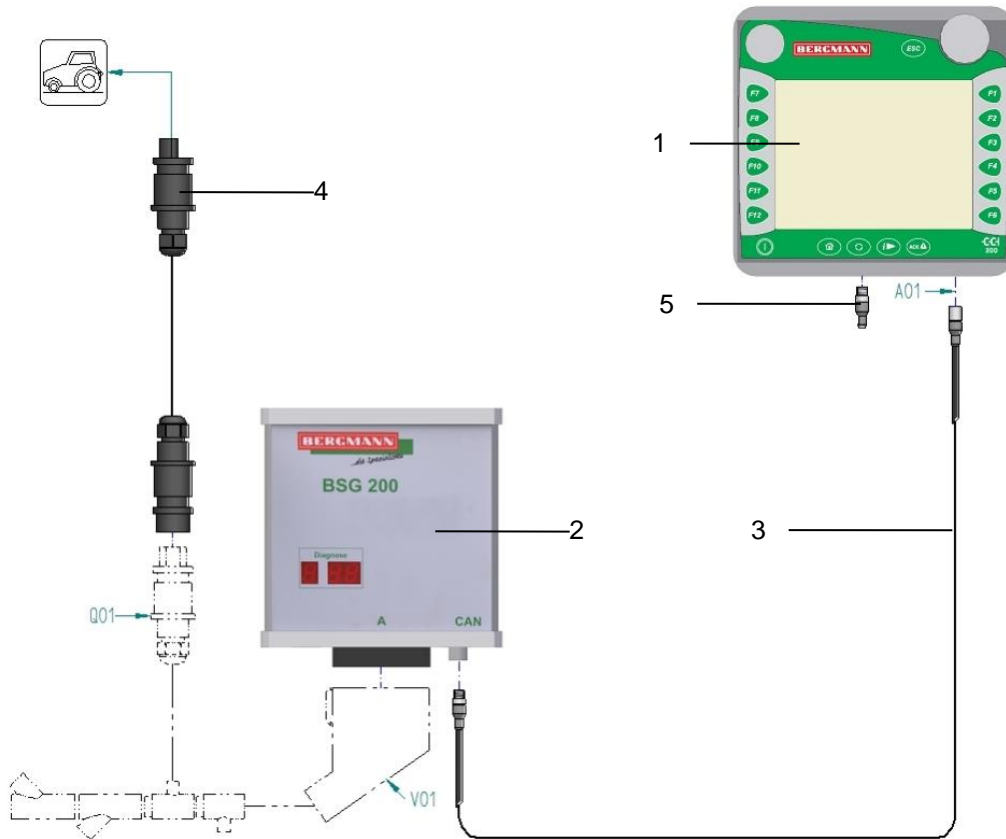

Bild 7: Anschlusschema des Terminals CCI50 / CCI200 mit BSG200
- Verbinden Sie das Terminal (Bild 7 / Pos.1) mit dem Steuergerät BSG100 / BSG200 (Bild 7 / Pos.2) mittels Verlängerungskabel CAN-BUS (Bild 7 / Pos.3) unter Berücksichtigung der nachfolgenden Daten:
- Verbinden Sie die Anschlüsse des Versorgungskabels (Bild 7 / Pos.4) mit den entsprechenden Anschlüssen des Kabelbaums und der Stromversorgung am Traktor unter Berücksichtigung der nachfolgenden Daten:
- Verbinden Sie den Abschlusswiderstand (Bild 7 / Pos.5) mit dem Terminal (Bild 7 / Pos.1) unter Berücksichtigung der nachfolgenden Daten: